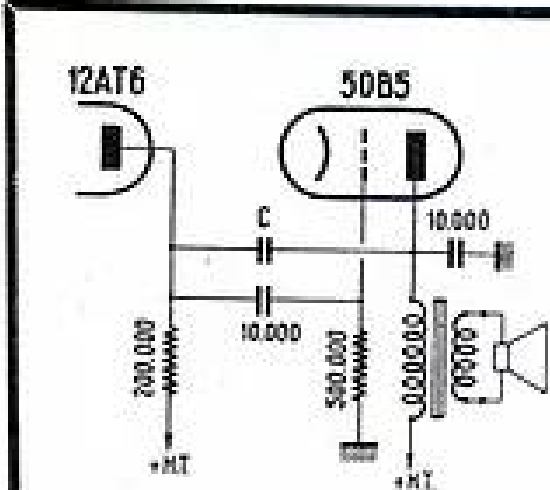

Fig. 2. — Schéma classique de la partie H.F. d'un récepteur miniature.
Pour ne laisser passer, vers la grille de commande de la base de temps « images », que les tops « images » (fig. 2) on utilise un circuit dit intégrateur qui nous est montré dans la figure 16. Il est constitué par un pont de résistances, R_1 et R_2 , qui sert de diviseur de tension. D'autre part, le condensateur C_1 et la résistance R_2 forment un circuit à constante de temps relativement grande, qui est d'ailleurs plus grande que la durée des tops « lignes ». Donc les impulsions « lignes » ne parviennent pas à charger C_1 et la base de temps « images » reste bloquée. Mais une série de tops de longue durée permettra au condensateur de se charger jusqu'à la tension nécessaire pour le déclenchement de la base de temps (fig. 17).
Disons, en passant, qu'une contre-réaction sur les aigus, à l'aide d'un condensateur de 100 pF (c), disposé comme le montre la figure 2, n'entraîne qu'une faible amélioration, comme le montre la courbe (2) de la figure 1.
Nous avons procédé à deux essais concluants. Tout d'abord, nous avons remplacé le transformateur de sortie du récepteur ci-dessus par un autre, dont nous vous donnons plus loin les caractéristiques. Le résultat s'est traduit par la courbe (3), dont la chute aux fréquences élevées est due à la présence du condensateur C de la figure 2. Admirez, en passant, le relèvement des fréquences basses et la courbe presque rectiligne entre 100 et 1.000 périodes.